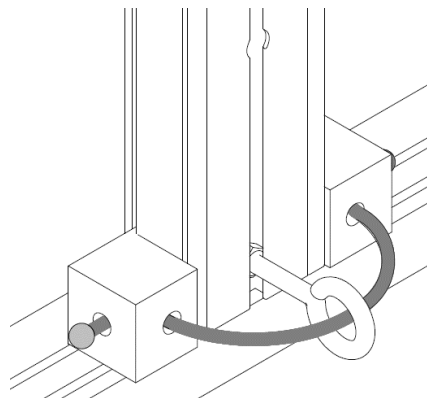

Abb. 39
- eine Kordel (**Pos. 11.0**) wird durch die Bohrungen der beiden Klemmschutze (**Pos. 10.0**) gefädelt und an den Enden verknotet. (Abb. 39)